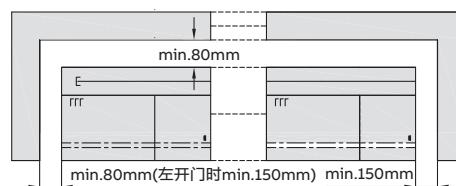

图2 侧出线柜体距离墙面的距离
- 侧出线开关柜距离墙壁需保留至少80mm的距离。（见图2）
- 为了能够容易的放置最右侧的一个开关柜，成排布置的开关柜右开门时，与墙面至少需保留150mm的距离。（见图2）
- 若开关柜为左开门，最左侧的开关柜距离墙面的距离至少为150mm，以便门能够打开90°以上。（见图2）